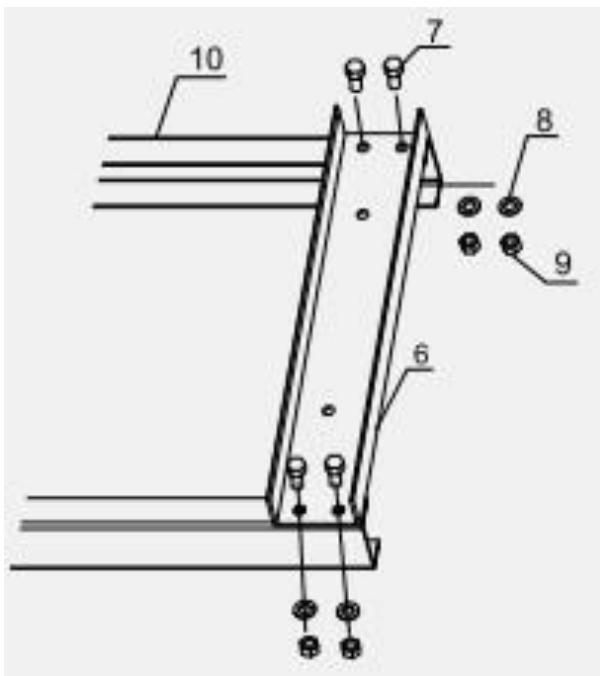

Рисунок 2,
2. Положите опорные стойки (10) на плоскую горизонтальную поверхность, Совместите отверстия в верхней балке (6) с отверстиями в верхних частях опорных стоек (10), соедините их болтами (7) с шайбами (8) и гайками (9). См. Рисунок 2.